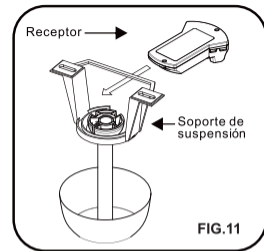

FIG.11
Paso 5. Deslice la tapa de acoplamiento, la cubierta del dosel y el dosel sobre la varilla estándar (FIG.11). Vuelva a instalar con cuidado la bola colgante en la varilla, asegurándose de que el pasador transversal esté en la posición correcta, que los tornillos de fijación estén bien apretados y que los cables no estén torcidos.
Paso 1. Instale el receptor en la abrazadera de montaje, el lado plano debe quedar hacia arriba. (Fig.11)